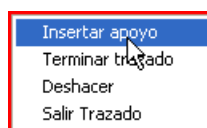

Figura 5.79. Utilización del botón derecho sobre el perfil
- **Botón derecho del ratón sobre el perfil,** nos aparece una ventana con las opciones del menú *replanteo* (Figura 5.79) que nos permite por ejemplo insertar un apoyo en el mismo lugar donde hemos puesto el ratón. Terminar el trazado, deshacer la catenaria o salir del trazado.